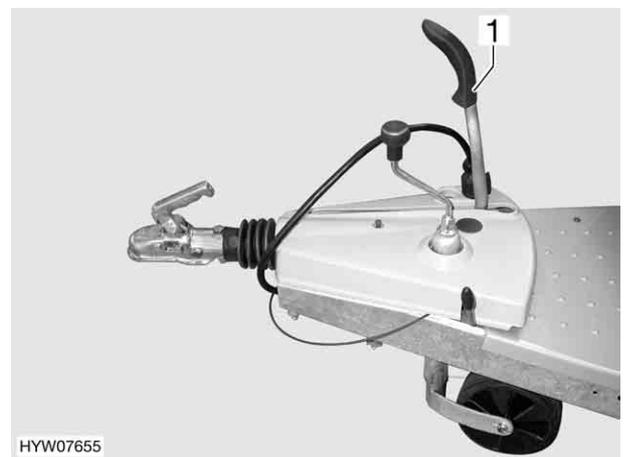

Bild 14 Feststellbremse
- Beim Abstellen des Fahrzeugs die Feststellbremse (Bild 14,1) fest anziehen. Die Feststellbremse rastet selbsttätig ein.